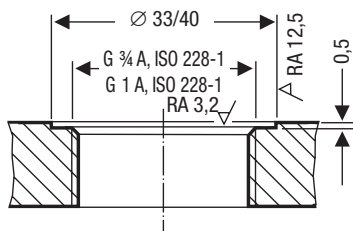

Fig. 12
- Anläggningsytan i montageflänsen eller gängstudsens måste tekniskt vara felfritt bearbetade enligt **fig. 12!**
7. Kontrollera tätningsytorna. **Fig. 12**